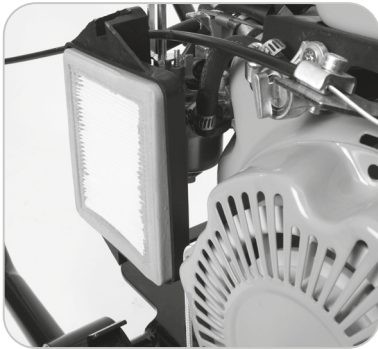

Abb. 17
- Entfernen Sie das Luftfilterelement zur Inspektion aus dem Gehäuse. **(Abb. 17)** Wenn das Papierelement des Luftfilters starke Verfärbungen aufweist und durch Schmutz, Staub usw. verstopft ist, sollte es ersetzt werden.